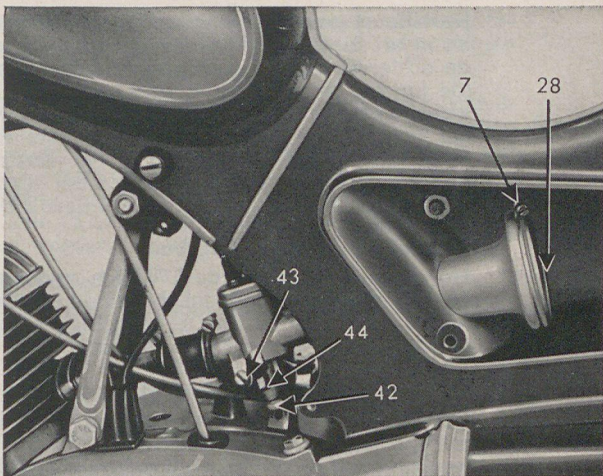

Fig. 9
1. Voor het reinigen van de luchtfilter 28 (zeer belangrijk, Fig. 9) wordt aan de linkerkant van het voertuig het deksel van de gereedschap-bergruimte weggenomen, het gereedschap verwijderd en de afsluitplaat 48, welke de achterzijde van de gereedschap-bergruimte vormt, na losdraaien van de bout 49 en moer 9 voorzichtig eruit genomen. Het aan de afsluitplaat vastgeplakte ronde rubberen snoer mag daarbij niet beschadigd worden. De luchtfilter 28 is nu na losdraaien van de klemring 7 zonder meer uit de kunststof-filterkamer te verwijderen.